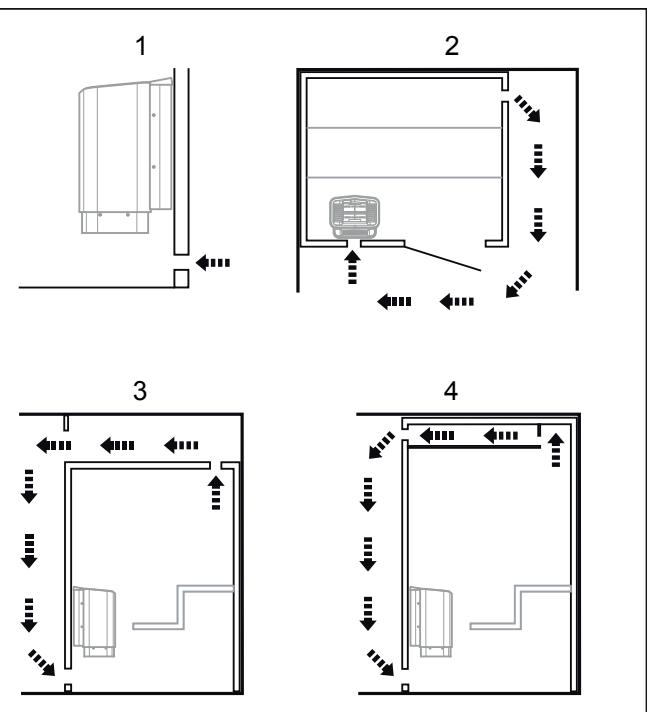

Fig 8: In- och utluftventilens placering
- med maximalt avstånd till inluftsvetilen, t.ex. i diagonal (se Fig 8).
- högt på väggen eller i taket (se Fig 8).